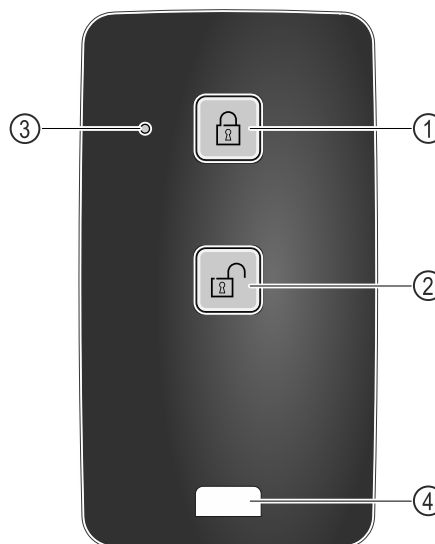

Fig. 219
- (1) Bloccare la serratura
- (2) Sbloccare la serratura
- (3) LED di stato
- (4) Occhiello di fissaggio
- Premere il tasto Fig. 219 (1) sul telecomando.
- Premere il tasto Fig. 219 (2) sul telecomando.
- Il LED di stato Fig. 219 (3) fornisce un feedback visivo quando viene premuto un pulsante.
- Occhiello Fig. 219 (4) per agganciare il telecomando, ad esempio a un portachiavi.